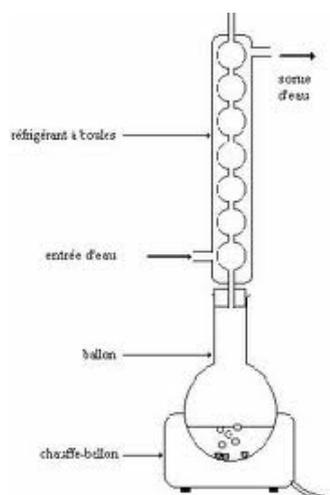

FIGURE 2 – Montage de chauffage à reflux
Pour ne pas perdre trop de solvant par évaporation (ce qui aurait pour effet de faire varier le volume du mélange réactionnel, et donc les concentrations des réactifs), et pour ne pas rejeter trop de solvant sous forme gazeuse, un montage de chauffage à reflux est très souvent utilisé (figure 2).
2. On place le ballon dans un montage de chauffage à reflux (fig 2)